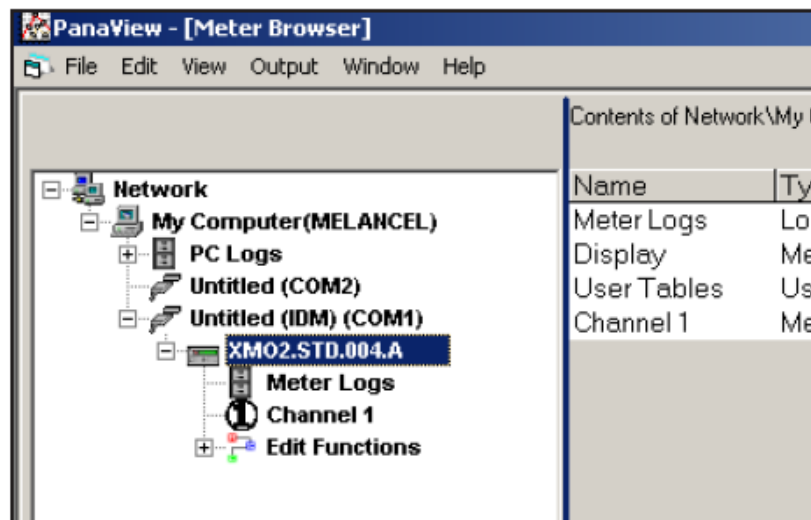

図 D-7 計測器ツリーを有する New Meter Browser
3. 下記の図 D-7 のように、その計測器ツリーを展開します。